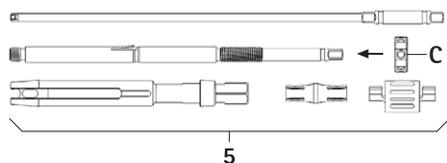

Fig. 10
- ▶ Enroscar la tuerca tensora **C** en el casquillo interior, ver Fig. 10.